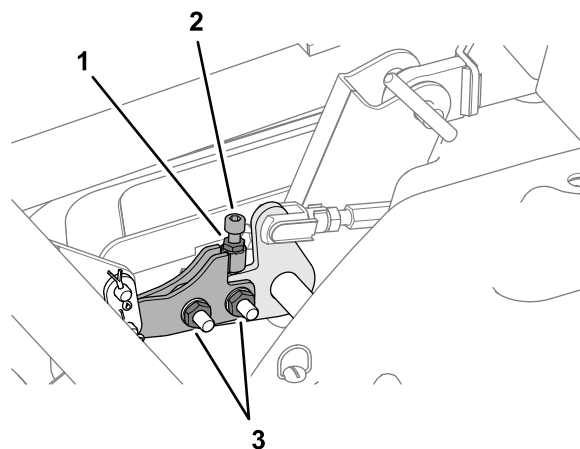

Figure 123
- A. Desserrez les 2 écrous qui fixent la biellette de mise à niveau (Figure 123).
- B. Desserrez l'écrou de blocage qui fixe le boulon à tête creuse (Figure 123).
10. Serrez les 2 écrous de la biellette de mise à niveau et l'écrou de blocage du boulon à tête creuse (Figure 123).
7. Resserrez les écrous de blocage des dispositifs de réglage d'inclinaison du plateau (Figure 123).